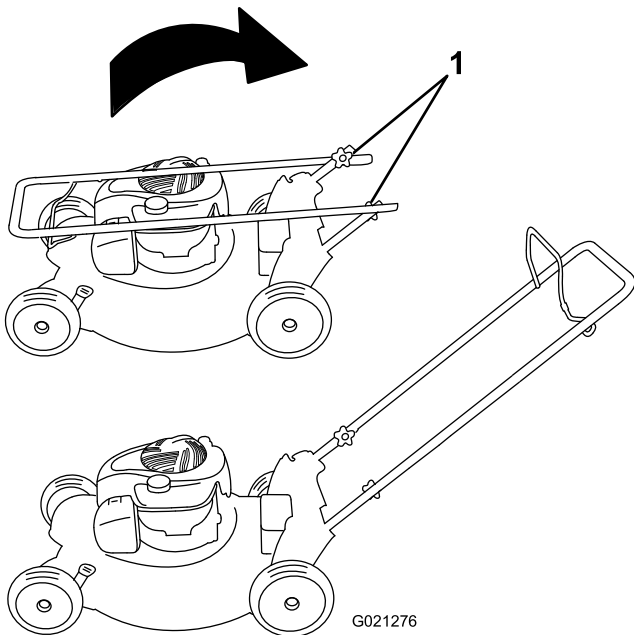

Figure 3
1. Retirez les boutons du guidon sur le carter de la machine (Figure 3).
1. Bouton du guidon (2)
3. Mettez les boutons du guidon en place et serrez-les fermement à la main (Figure 3).